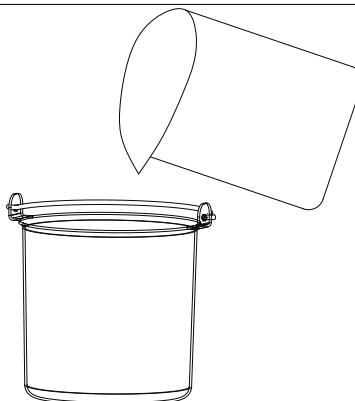

Fig. 3
- ▶ Aprire il coperchio ruotandolo in direzione ②.
- ▶ Riempire il contenitore di alluminio con gli ingredienti preparati. Per dosare gli ingredienti utilizzare il misurino in dotazione (vedere la fig. 3).